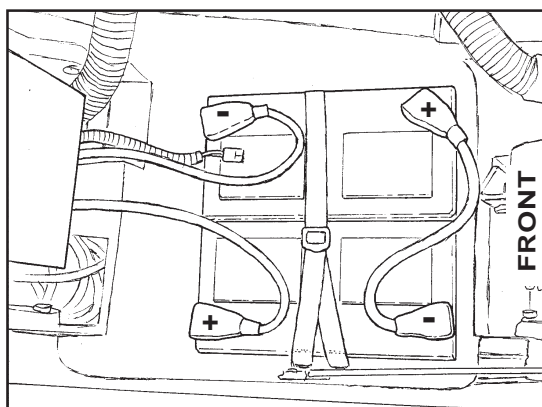

Figura 11
9. Coloque las baterías en el compartimento que se muestra en la Figura 11.
10. Conecte los cables entre las baterías e instale un cable de batería largo como se indica. Ver figura 11).